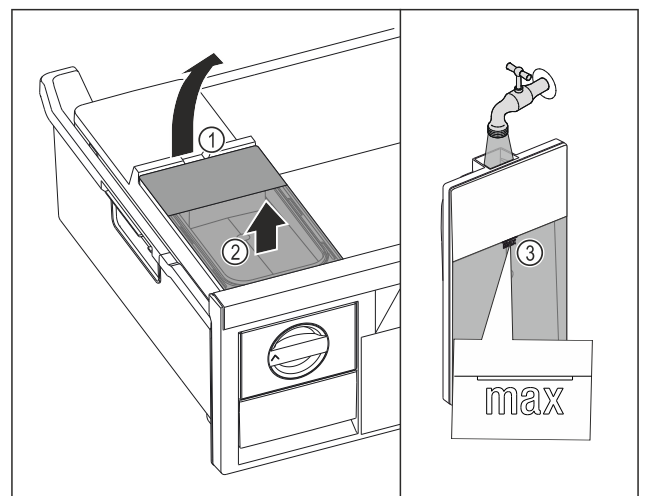

Fig. 152
- ▶ Wassertank an der Aussparung Fig. 152 (1) anheben.
- ▶ Wassertank nach oben entnehmen. Fig. 152 (2)
- ▶ Wassertank bis zur Markierung Fig. 152 (3) mit Trinkwasser befüllen.